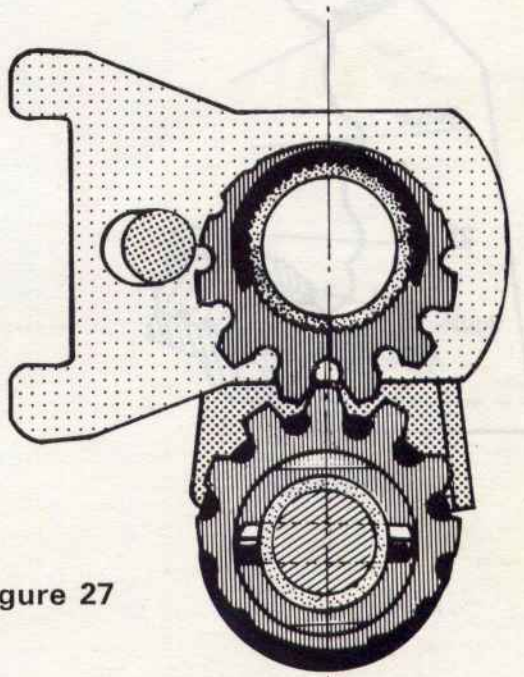

Figure 27
- Monter l'ensemble manchon sur l'axe de pédalier et l'axe de commande dans les carters, pignons positionnés comme l'indique la figure 27.